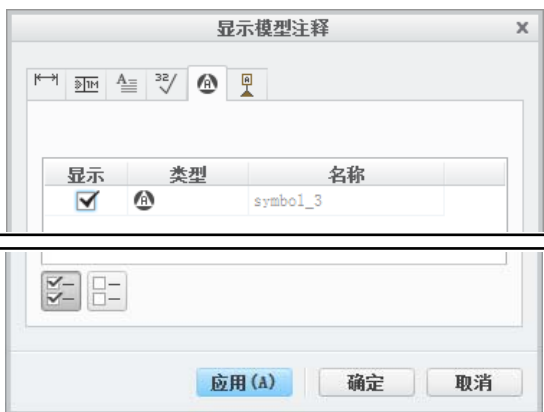
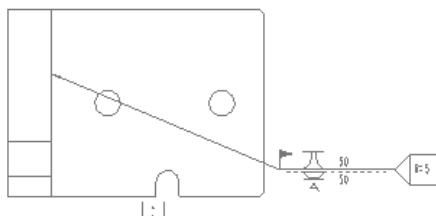

图 5.8.8 “显示模型注释”对话框
图 5.8.9 显示焊接符号
(1) 在功能选项卡区域的 **注释** 选项卡中单击“显示模型注释”按钮 , 系统弹出“显示模型注释”对话框。
(2) 在图 5.8.8 所示的“显示模型注释”对话框中单击  按钮, 然后选中主视图, 此时主视图中显示图 5.8.9 所示的焊接符号, 在“显示模型注释”对话框中依次单击  和 **确定** 按钮。
(1) 双击图 5.8.9 所示的焊接符号, 系统弹出“自定义绘图符号”对话框。